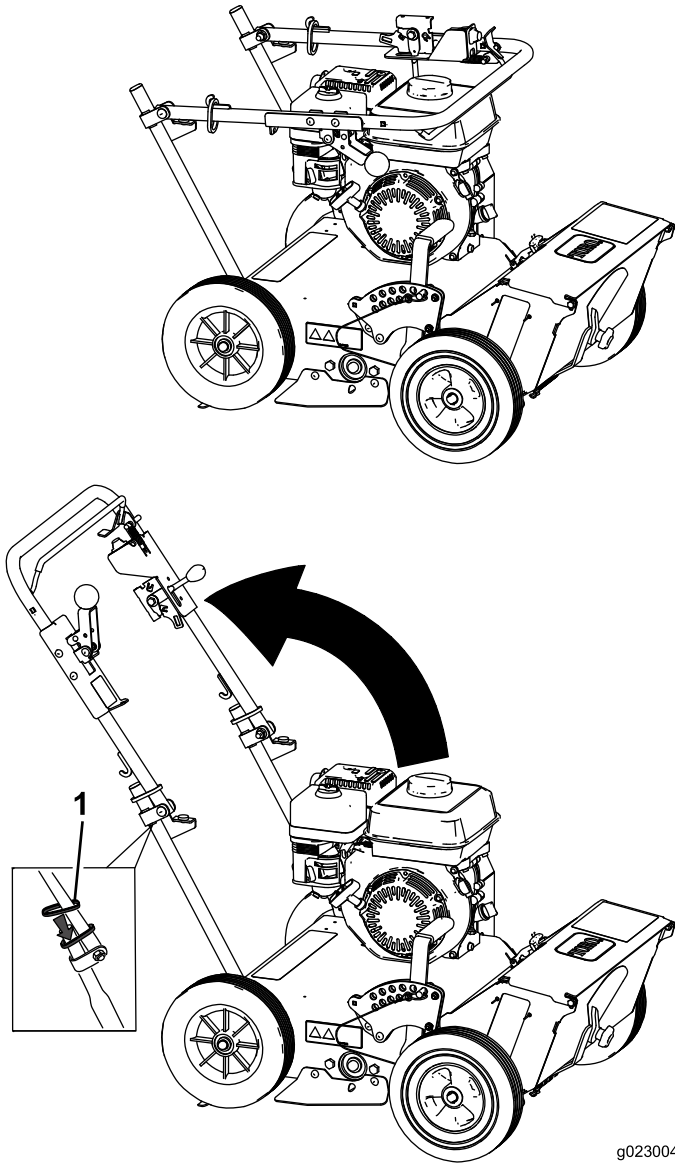

Figura 3
1. Sollevate la stegola in posizione operativa (Figura 3).
2. Fate scorrere gli anelli di bloccaggio ovali verso il basso lungo ciascun lato della stegola superiore sulla maniglia inferiore (Figura 3), bloccando tra loro le sezioni delle stegole.